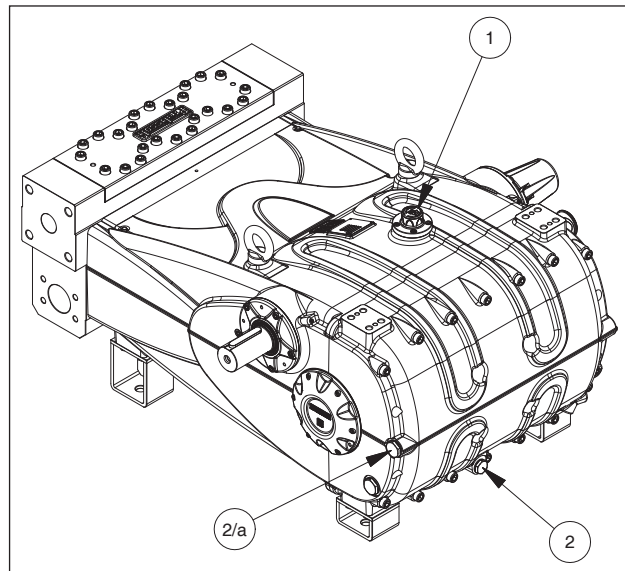

Fig. 4
Controlar el nivel de aceite con la varilla de nivel ①, Fig. 4.
Si es necesario, repostar a través del tapón de aceite ① Fig. 4.
Para controlar de manera correcta el nivel del aceite, la bomba debe estar a temperatura ambiente. El cambio de aceite se debe realizar con la bomba a temperatura de trabajo, quitando el tapón pos. ②, Fig. 4. (Utilizar el tapón pos. 2/a para la versión vertical)